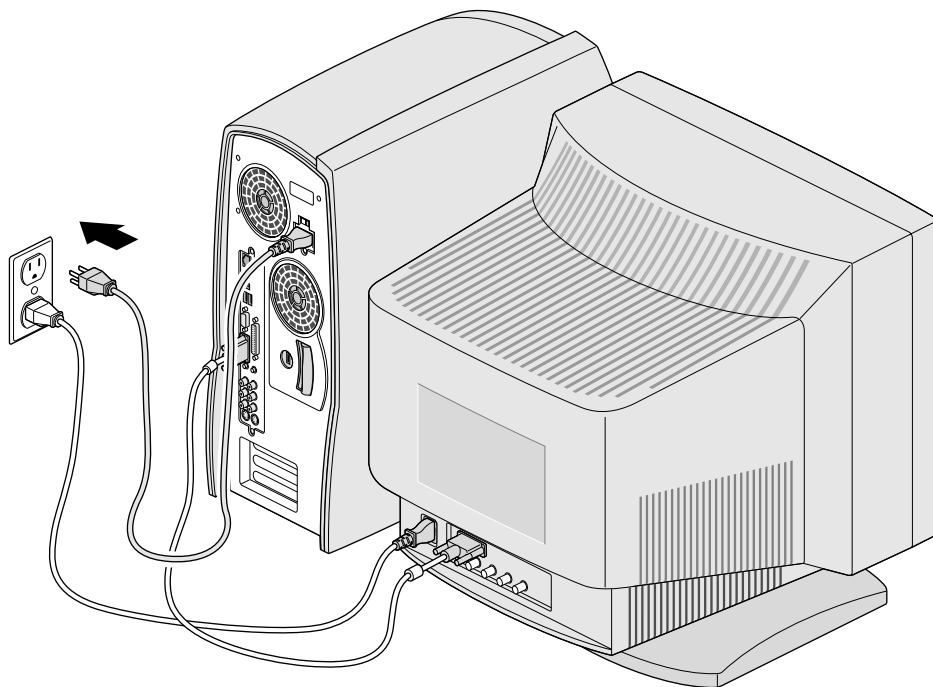

図 1-7 システムへの電源コードの接続
6. 電源コードをシステムの背面とコンセントに接続します（図 1-7）